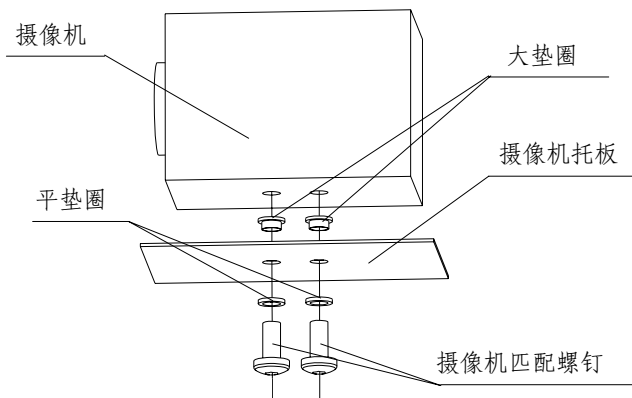

图 9 摄像机安装
5.3.3 按照图 9 所示,使用配件中的大垫圈,平垫圈将摄像机安装到托板上。
5.3.5 按照图 9 所示,将摄像机安装到托板上,并将摄像机线束连接到电路板插座 CON1 的较高一侧的对应端子上。